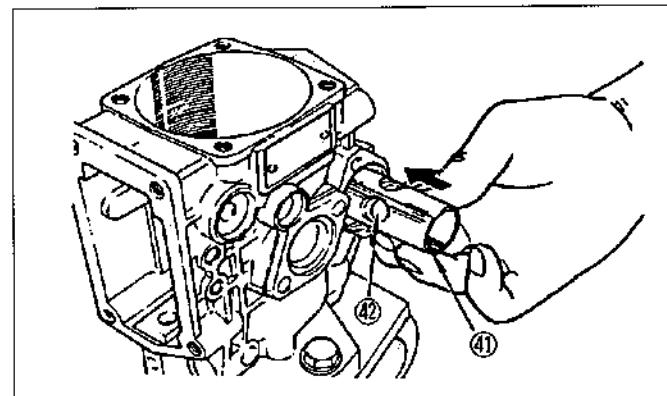

Figura.14-10 Instalación del pistón del variador
Inserte el pistón secundario ② en el pistón del variador ①, lubrique el pistón del mismo e insértelo en el cilindro del pistón del variador. (Vea la figura.14-10)